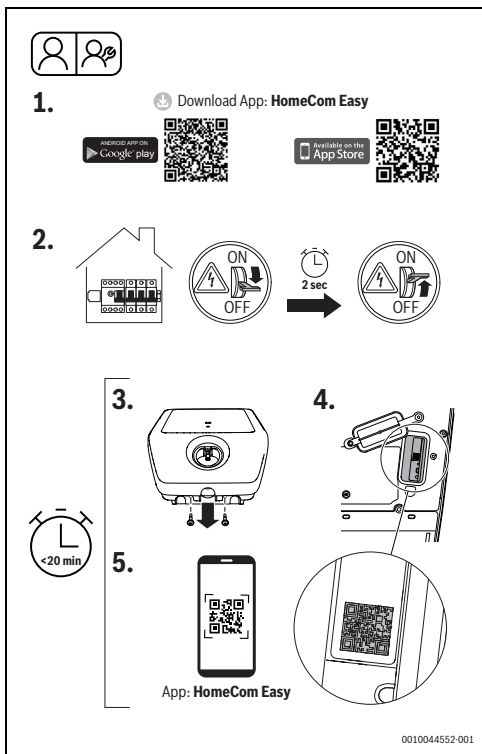

Fig. 427 HomeCom Easy
- ▶ Opriti de Power Charge 7000i pe tabloul de distribuție de la alimentarea cu energie electrică și, după aproximativ două secunde, porniți-l din nou (Fig. 427, pasul [2]).
- ▶ Desfaceți cele două șuruburi de pe capacul frontal (Fig. 427, pasul [3]).